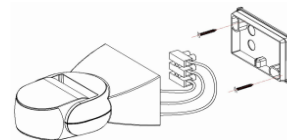

Figure2
- >> Fixer le fond avec une vis sur la position sélectionnée (Se référer à la figure 2).